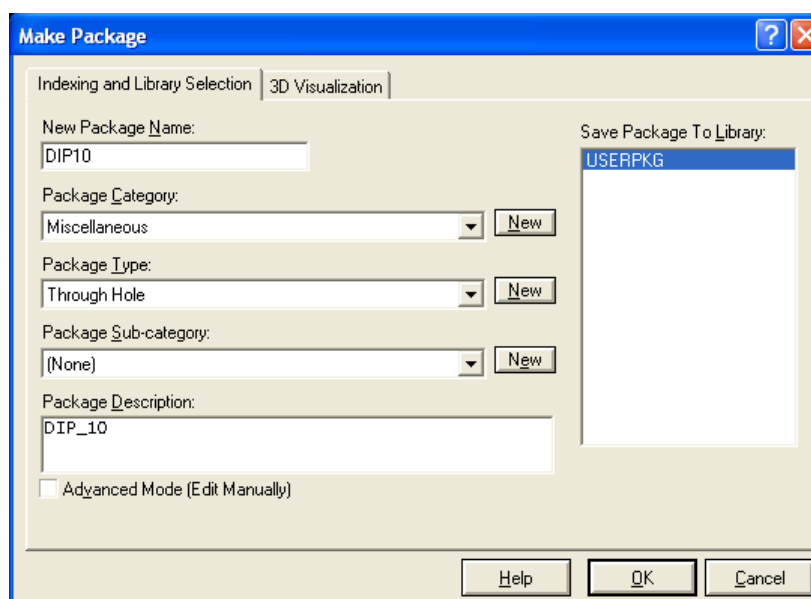
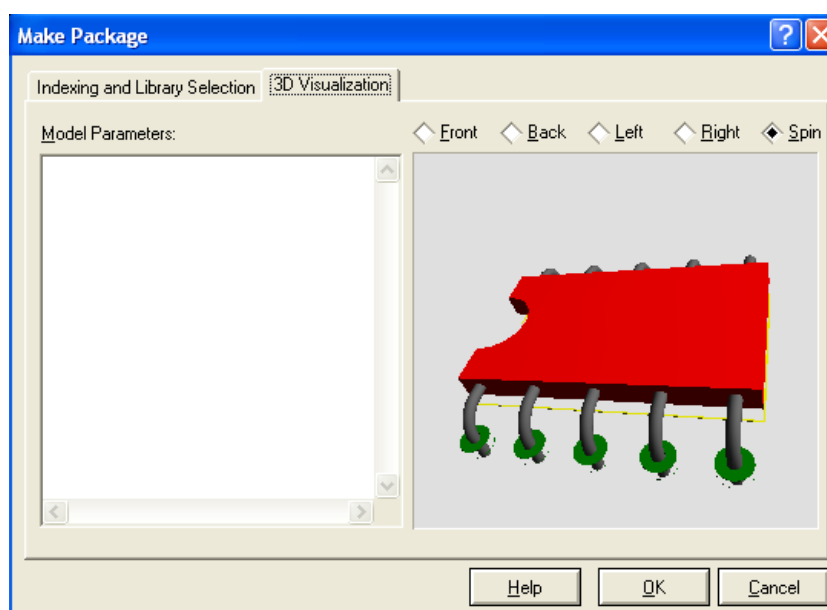

Figura 90: Janela *Make Package* para configuração da biblioteca.
Figura 91: Janela *Make Package* para visualização em 3D do *package*.
11. Abrirá a janela **Make Package**, representada pela figura 90, na qual faremos a configuração de biblioteca: nome, categoria, tipo, referente ao *package* em questão. Na aba **3D Visualization** é possível visualizar o encapsulamento em 3D, conforme figura 91.